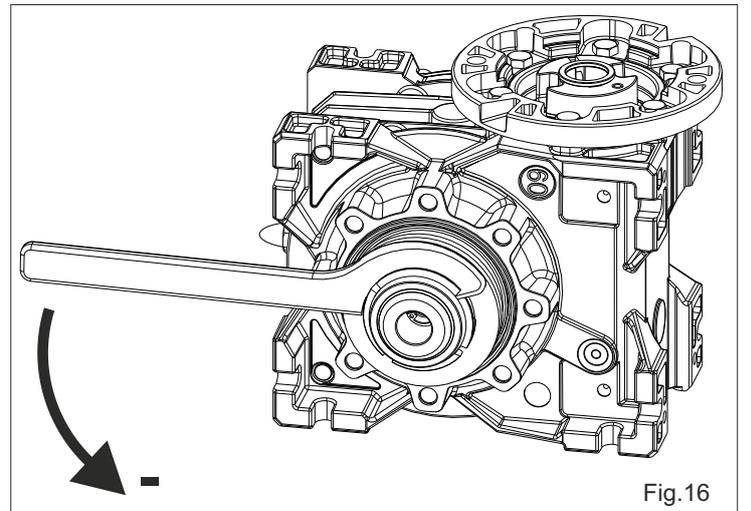

Fig. 16
- Para **disminuir** la cupla girar la llave en sentido anti-horario, Fig.16.